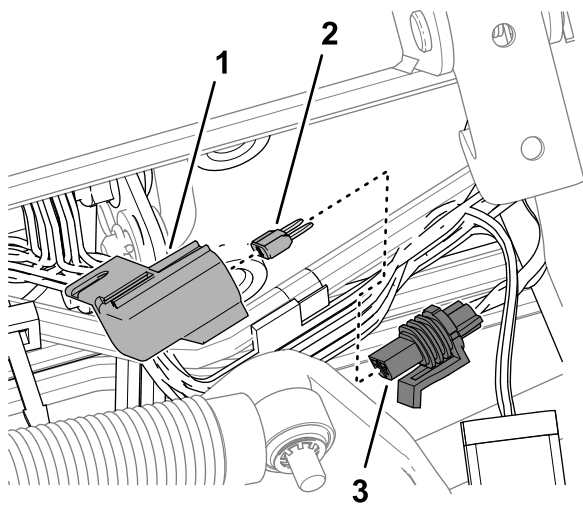

Figura 89
3. Retire a tampa do porta-fusíveis em linha rotulado 10 A FUSE TELEMATIC PWR (Figura 89).